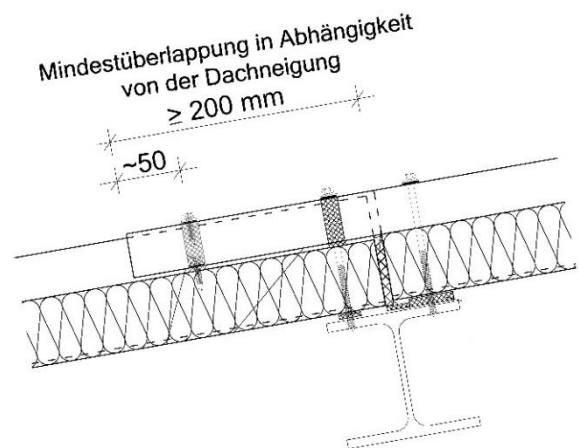

Bild 7: Querstoßüberdeckung im Dach
- Querstoß im Dach (Bild 7): Unterlegen mit Dichtbändern zur Verhinderung des Wassereintrags und Unterlegung mit 3 mm Distanzstreifen zur Unterbrechung des Kapillarspalt.